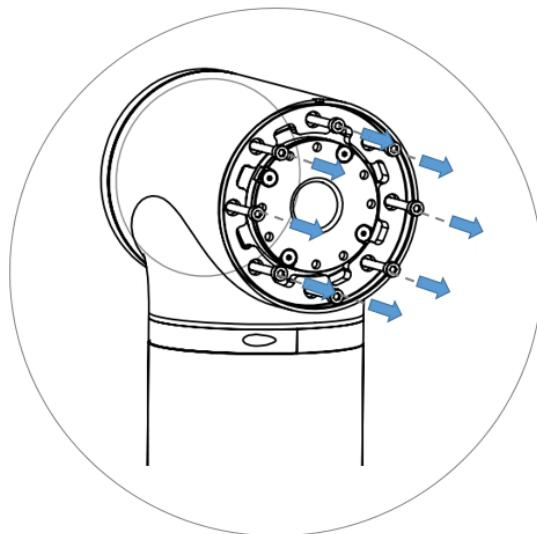

图 3-22 拆卸 J4 轴模组螺钉
**步骤6** 使用内六角扳手拆卸固定 J4 轴模组的螺钉，如图 3-22 所示。